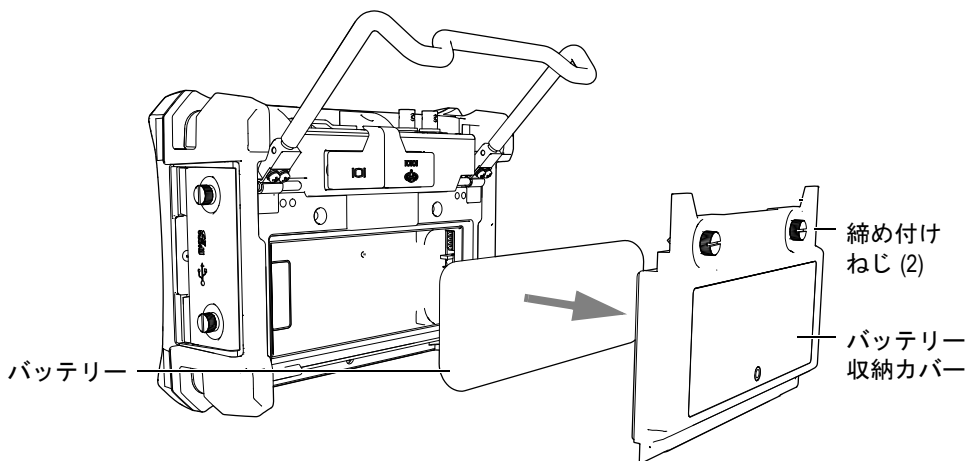

図 4-4 バッテリー収納部を開ける
バッテリーは、EPOCH 600 の背面からアクセス可能な収納部に収納されています (84 ページ図 4-4 参照)。
2. 探傷器の背面で、バッテリー収納カバーを固定している 2 本の締め付けねじを緩めてください (84 ページ図 4-4 参照)。